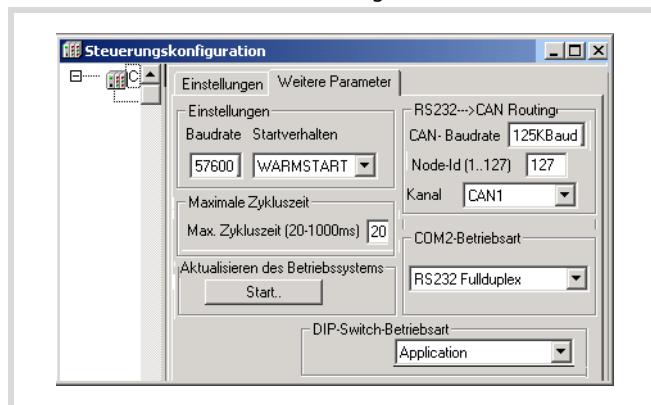

Abbildung 50: Kommunikationsparameter der CPU festlegen
Anschließend können Sie die Parameter der CPU neu festlegen (→ Abbildung 50). Diese Parameter-Änderungen müssen Sie dann für den PC erneut anpassen.
- ▶ Wählen Sie im Listenfeld „Baudrate“ die Baudrate aus (z. B. 57600 Bit/s wie in Abbildung 50).